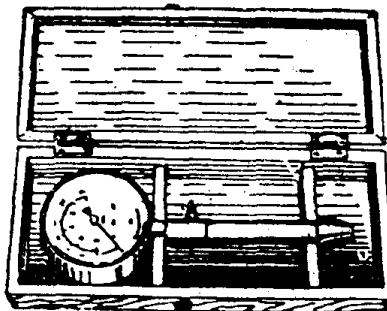

图 1-1-5 常用的一种气缸压力表
1. 种类和规格: 两种不同外形的气缸压力表分别如图 1-1-5 和图 1-1-6 所示。其示值范围一般为 $0 \sim 1372\text{kPa}$ ($0 \sim 14\text{kgf/cm}^2$)。